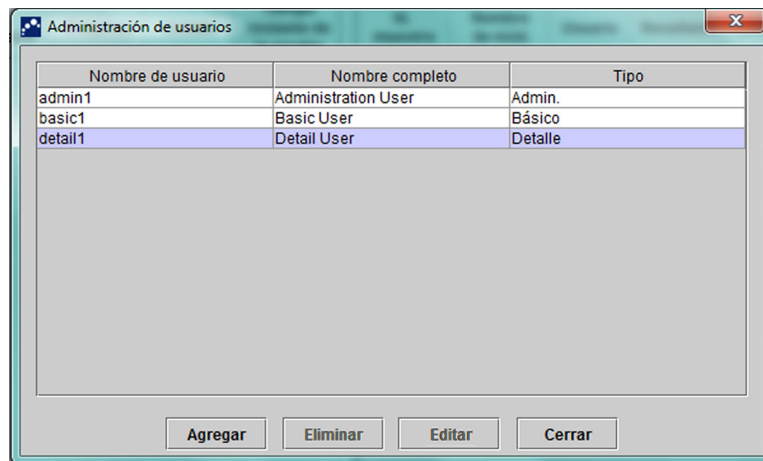

Figura 2-74. Cuadro de diálogo Administración de usuarios
1. En la ventana GeneXpert Dx System (consulte la figura 2-55), menú **Configurar**, haga clic en **Administración de usuarios**. Aparece el cuadro de diálogo Administración de usuarios. Consulte la figura 2-74.